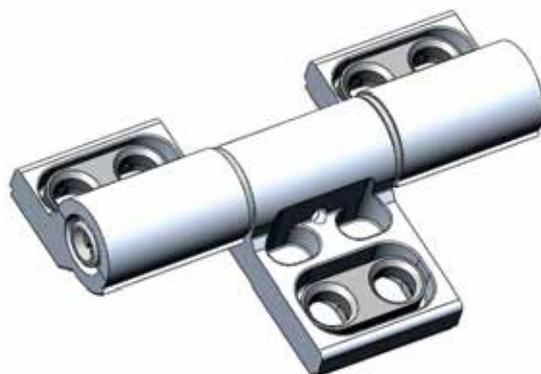

Рис. 9
4.3 Затянуть втулку имбусовым ключом 3 мм, вставить на место сухари в полупетли, приготовить петлю к монтажу. (Рис. 9).